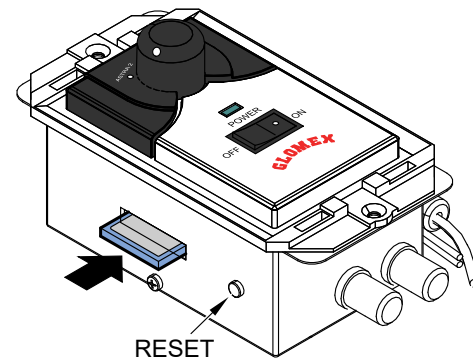

Fig. 45
4. Inserire la SD card nello slot posizionato sul fianco dell'unità di controllo, come indicato in **Fig. 45**. Accendere l'unità di controllo (tasto B, **Fig. 24**) e tenere premuto il tasto RESET (**Fig. 45**) finché il led dell'unità di controllo diventa arancione. Concluso l'aggiornamento il led diventa verde. Se il led lampeggia rosso/verde l'aggiornamento non è andato a buon fine. Occorre rifare la procedura di aggiornamento dall'inizio.